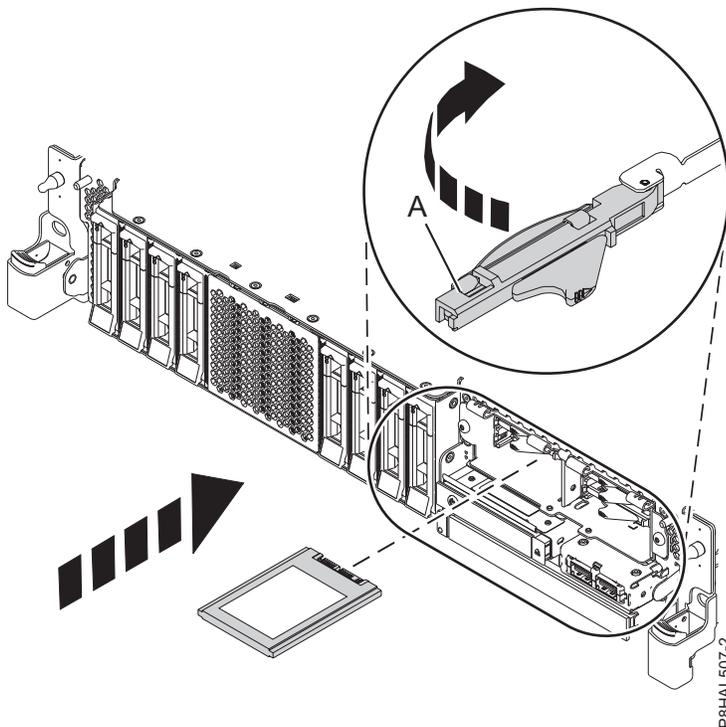

Figure 46. Remise en place d'une unité SSD dans un système à fonction étendue
9. Avec la poignée de la baie d'unité SSD (**A**) en position déverrouillée, tirez le levier vers l'extérieur pour accéder aux rails de guidage de l'emplacement SSD. Maintenez l'unité SSD par le dessous tout en l'alignant avec les rails de guidage de l'emplacement SSD. Pour plus d'informations, voir figure 46.
11. Verrouillez l'unité en faisant tourner la poignée de la baie (**A**) dans la direction indiquée. figure 46.